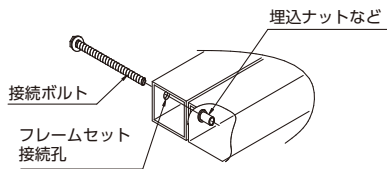

図 4-2 接続部のナット組付け部
- ・チャンバ接続部フレームにナット(埋込ナットなど)が組付けられている場合は、噛込みやネジ部が損傷するとナット交換が困難なため、注意して締付願います。(図4-2 参照)